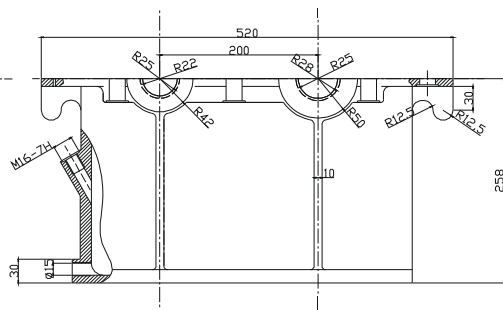

图 8-3-22
STEP 25 最后标上尺寸，便绘制完成了完整的箱体图，如图 8-3-22 所示。